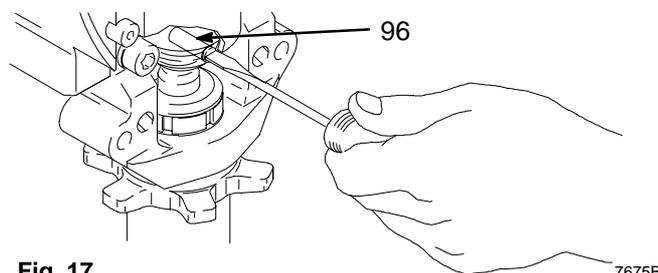

Fig. 17
5. Fig. 17. Utilice un destornillador para extraer el muelle de retención y el pasador (96).
2. Fig. 17. Introduzca el pasador (96) e introduzca el muelle de retención en la ranura hasta que rodee completamente la biela.